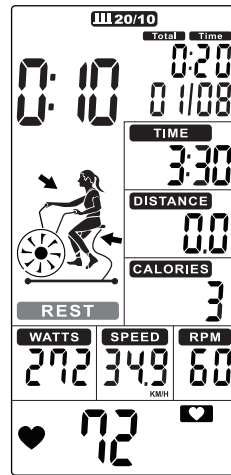
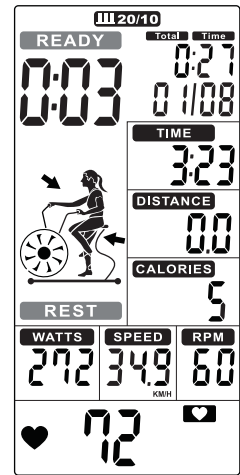

FIGURA 26
FIGURA 27
- O tempo de ciclo conta regressivamente de 10 a 0 e a palavra REST pisca uma vez por segundo junto com 10 bipes (Figura 26), enquanto a palavra READY pisca nos últimos 3s (Figura 27).